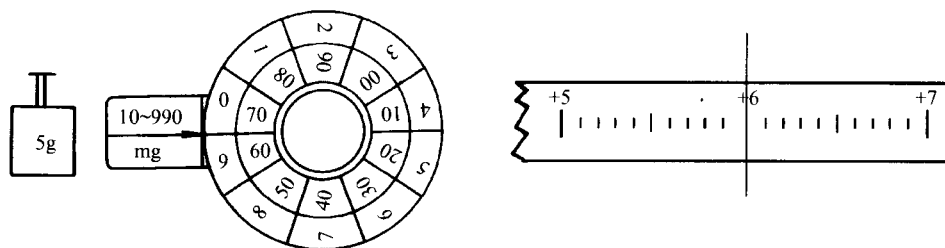

图 3-2
- (1) 调节水平的速度_____（快、慢、一般、无法完成）。
- (2) 调节零点的速度_____（快、慢、一般、无法完成）。
- (3) 一同学的粗称结果为 15.60g，在分析天平上正确使用粗称结果的方法是_____。
(4) 在试重时，_____（半开、全开）天平，是为了快速判别_____。
(5) 读数时，天平一定要_____（全开、半开）。
(6) 若天平示数如图 3-2，读数为_____。